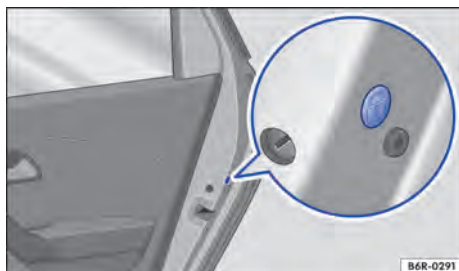

Fig. 45 Na parte dianteira da porta direita: travamento de emergência, coberto por uma vedação de borracha.
- Remover a vedação de borracha na lateral da porta. A vedação está identificada por um cadeado 🔒 → Fig. 45.